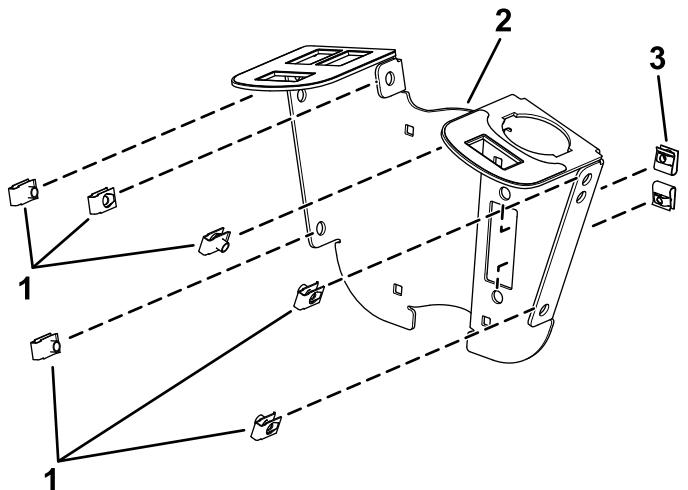

Figura 1
1. Instale os 6 clipe e 2 porcas de velocidade na montagem do interruptor (Figura 1).